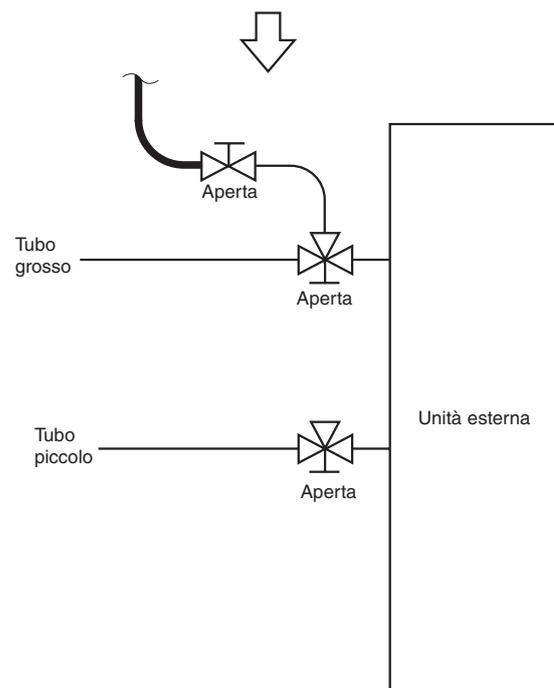

Fig. 8-6
- Se non è possibile caricare in una sola soluzione il refrigerante aggiuntivo, caricare la quantità rimanente in forma liquida usando la valvola di servizio del tubo grosso con il sistema in modalità di raffreddamento al momento della prova di funzionamento. (fig. 8-6).